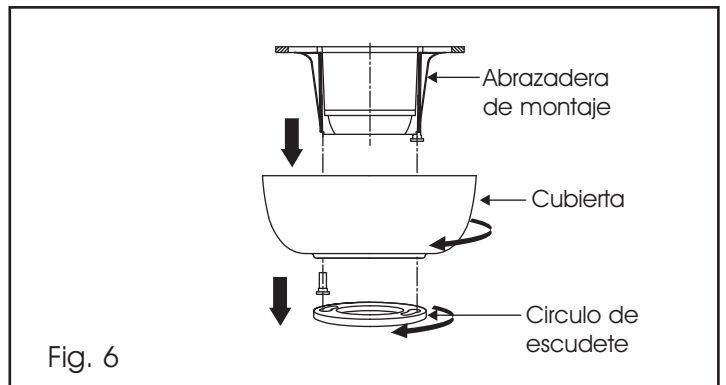

Fig. 6
Paso 1. Retire la tapa embellecedora del fondo del cobertor girando la tapa en sentido de las agujas del reloj. (Fig. 6)
Paso 2. Retire el abrazadera de montaje de la cubierta desatornillando 1 de 2 tornillos de la parte inferior del abrazadera de montaje y afloje el otro tornillo media vuelta. A continuación, gire la cubierta hacia la izquierda para retirarla. (Fig. 6)